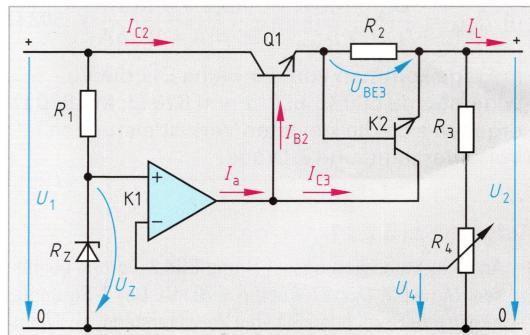

Bild 2: Stabilisierung mit Regelkreis
- Die Ausgangsspannung U_2 der Stabilisierungsschaltung mit Regelkreis Bild 2 ist mit dem Spannungsteiler R_3 , R_4 etwa zwischen der Z-Spannung von R_z und der Eingangsspannung einstellbar. In einem Falle ist die Ausgangsspannung 10 V bei 200 mA Laststrom. Der differenzielle Ausgangswiderstand beträgt 50 mΩ. a) Welchen Glättungsfaktor hat die Schaltung, wenn die Ausgangsspannung um 0,03 V zunimmt, weil die Eingangsspannung um 5 V erhöht wird? b) Welche Leistung erhält Q1? (Sein Kollektorstrom ist etwa gleich dem Laststrom.)
- Von einer Stabilisierungsschaltung mit Regelkreis (Bild 2) gibt der Hersteller an: U_2 einstellbar von 6 V bis 24 V, grösster Laststrom 250 mA, Glättungsfaktor 200, differenzieller Ausgangswiderstand 30 mΩ. Berechnen Sie a) Ausgangsspannungsänderung für 2 V Eingangsspannungsänderung, b) Leistung in Q1 im ungünstigsten Belastungsfall bei $U_1 = 25 \text{ V}$ (der Laststrom ist etwa gleich dem Kollektorstrom von Q1), c) Ausgangsspannungsänderung für 150 mA Laststromzunahme bei konstant bleibender Eingangsspannung.